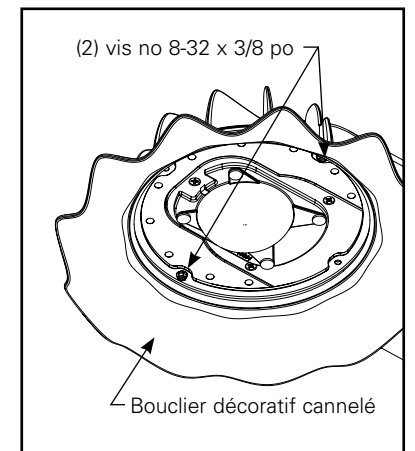

Figure 15.
1. Insérez les vis no 8-32 x 3/8 po fournies dans les trous de montage pour fixer le bouclier cannelé au boîtier (figure 15).